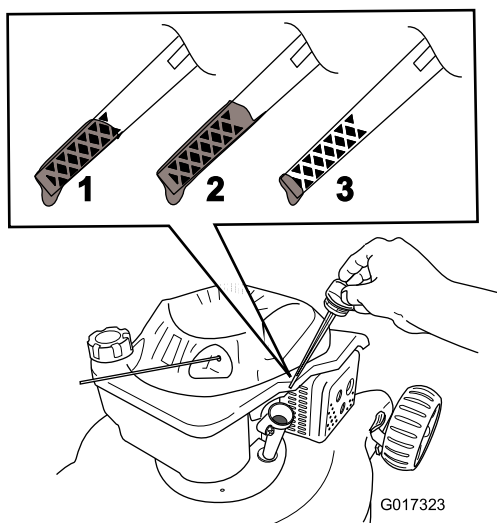

Figura 33
8. Retire la varilla y compruebe el nivel de aceite en la misma (Figura 33).